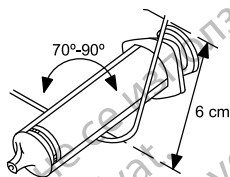

Figure 3. Courber le mandrin
2. Sélectionner le mandrin selon la fonction et la rigidité souhaitées. Si nécessaire, courber délicatement le mandrin à l'aide d'un instrument stérile, à surface lisse (p. ex., le corps d'une seringue de 10 ou 12 ml) (Figure 3 Courber le mandrin en page 18). Une courbure douce risque moins de se redresser qu'une courbure prononcée lorsque le mandrin est utilisé.